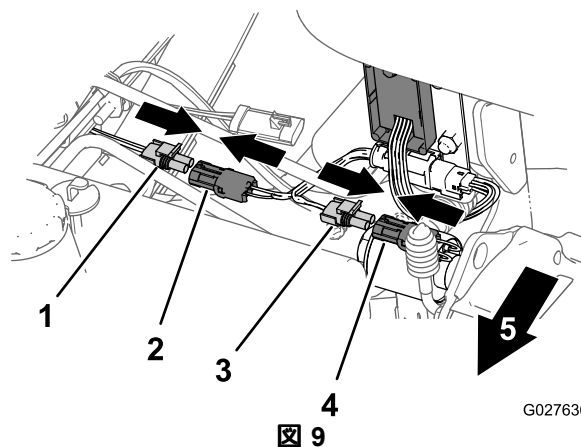

図 9
1. ステップ1 リレーコントローラとアダプタハーネスを機体に取り付ける (ページ 2) で取り外した2ピンコネクタを、アダプタハーネスの2ソケットコネクタに接続する 図 9。
2. アダプタ用ハーネスの2ピンコネクタを、デファレンシャルハーネスの2ソケットコネクタに接続する 図 9。